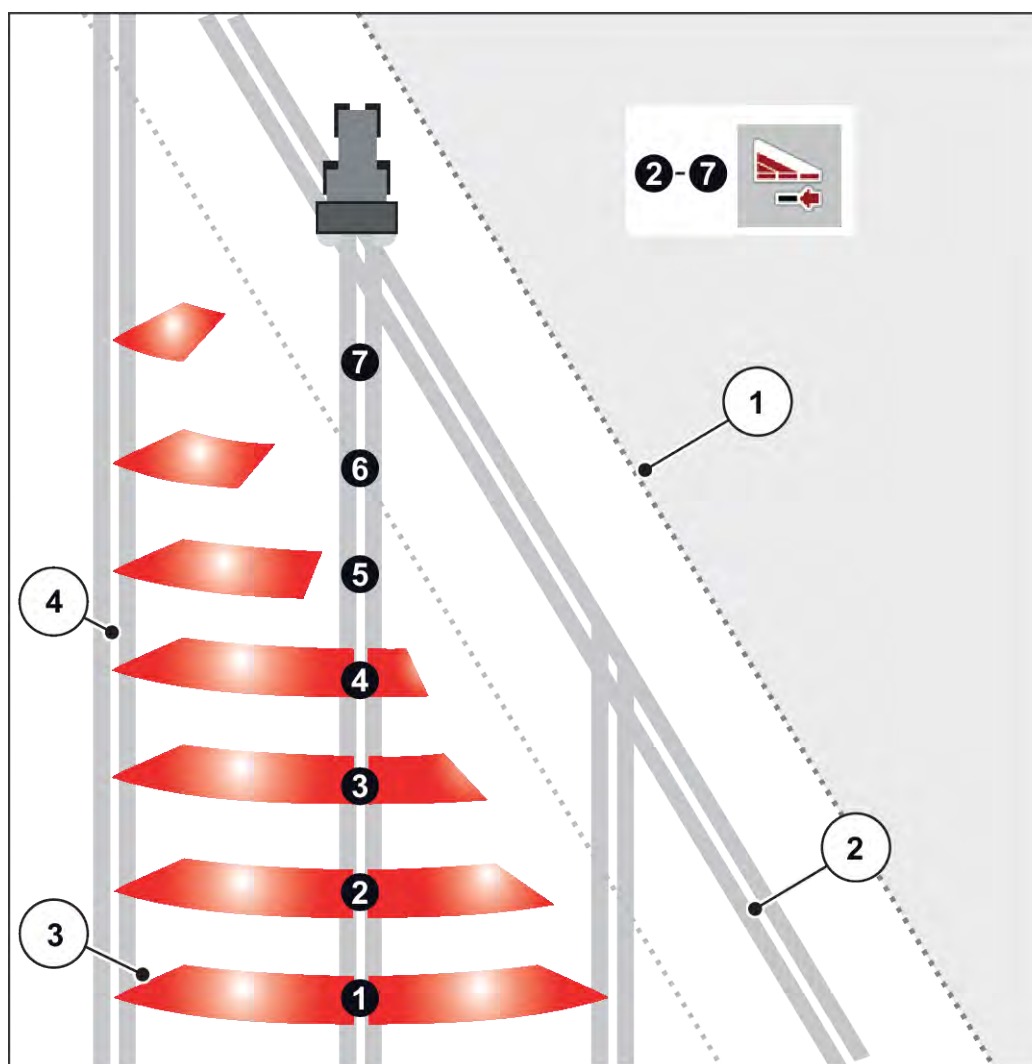

Fig. 41: Coupure de tronçons automatique
- La coupure de tronçons est possible de l'extérieur vers l'intérieur ou de l'intérieur vers l'extérieur. Voir *Fig. 41 Coupure de tronçons automatique*